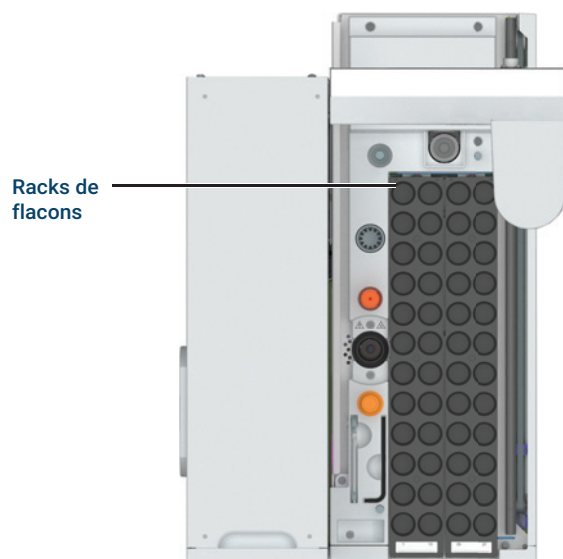

Figure 12. Positions des flacons du porte-échantillons (porte-échantillons à 48 flacons illustré, celui à 120 flacons est similaire)
- 2 Placez les flacons d'échantillon fermés dans le porte-échantillons. Voir la **Figure 12**.